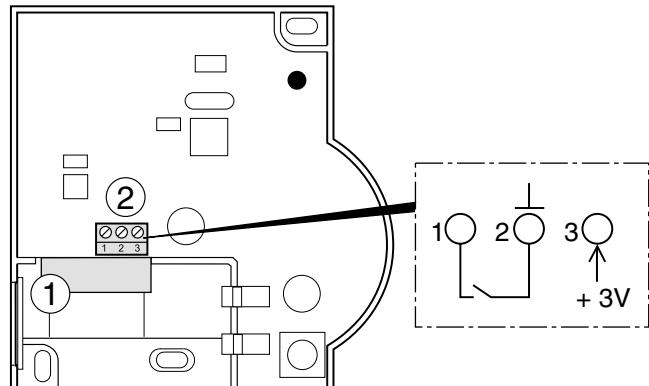

Figure 7: Raccordement de la source de courant externe (uniquement HCW 82)
- ▶ Introduisez le câble de sortie du bloc d'alimentation à travers l'ouverture du boîtier (1) (voir Figure 7) vers l'intérieur.
- ▶ Raccordez le câble de sortie à la borne (2) (voir Figure 7).
- ▶ Raccordez une sonde de détection avec contact libre de potentiel au HCW 82 (installation au raccordement 1 et au raccordement 2, voir Figure 7 (2), Page 13).